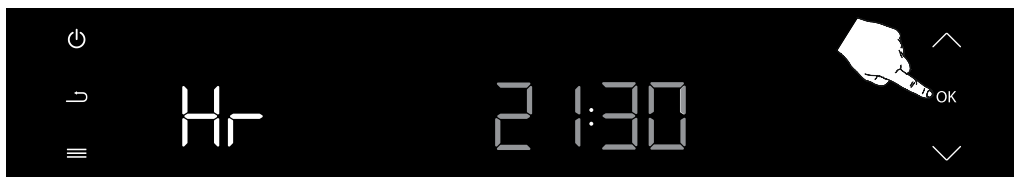

Abbildung 113
Drücken Sie einmal die Bestätigungstaste (OK), um die ausgewählte Minute zu bestätigen. (siehe Abbildung 113)